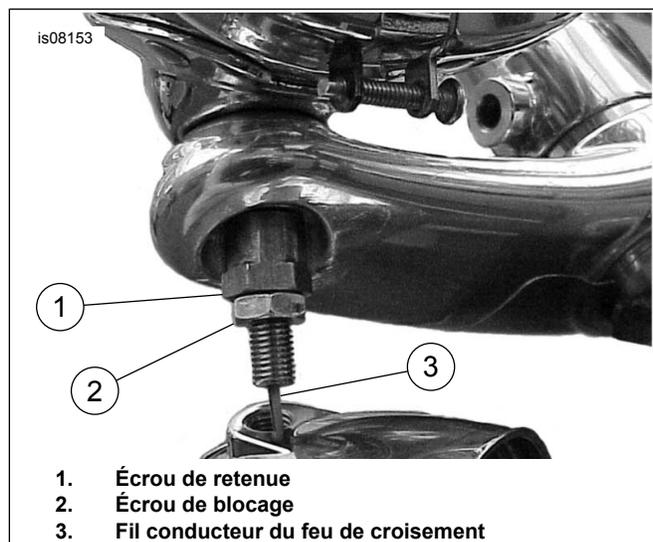

Figure 9. Installation de l'écrou de retenue et de l'écrou de blocage
7. Voir Figure 9. Acheminer le fil conducteur du feu de croisement à travers l'écrou de retenue neuf et installer l'écrou de retenue neuf (numéro de pièce 68323- 01) sur le filetage du feu de croisement. Bien ajuster l'écrou de retenue à sa place.